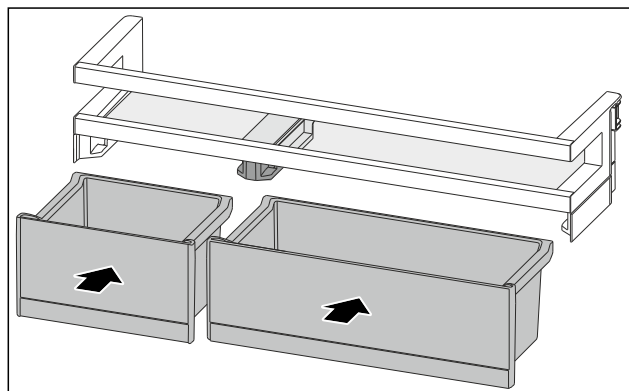

Fig. 98
- ▶ 排列互换后装入 VarioBox。[参见 Fig. 98]